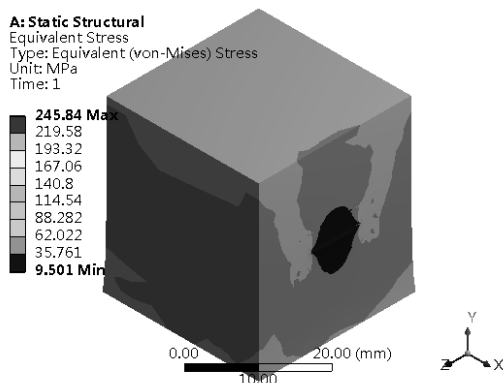

图 19-17 等效应力云图
4) 在 Outline 树结构图中的 “Equivalent Stress” 上右击, 在弹出的快捷菜单中选择 “Evaluate All Results”, 此时进行求解, 求解后得到的等效应力云图如图 19-17 所示。